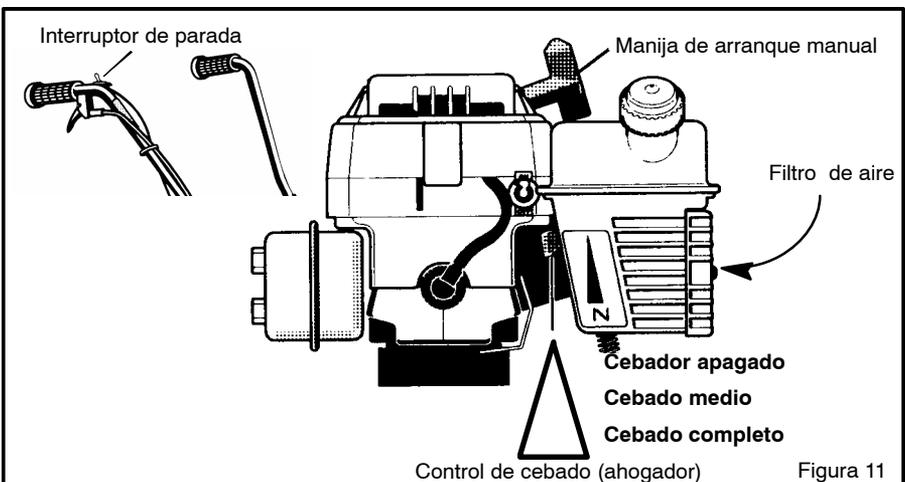

Figura 11
2. Mueva el **interruptor de parada** a la posición ENCENDIDO (Figura 11).